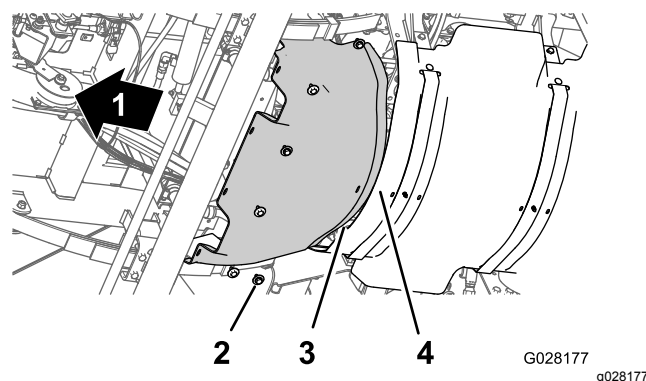

Figure 58
1. Alignez la bride arrière de l'écran pare-chaueur avant et la bride avant de l'écran pare-chaueur arrière (Figure 58).
2. Alignez les trous de l'écran pare-chaueur avant et les trous filetés du châssis (Figure 58).
3. Montez l'écran pare-chaueur avant sur la machine au moyen des 6 boulons à tête hexagonale et des 6 rondelles (Figure 58) retirés à l'opération 3 de Dépose de l'écran pare-chaueur avant \(page 54\).